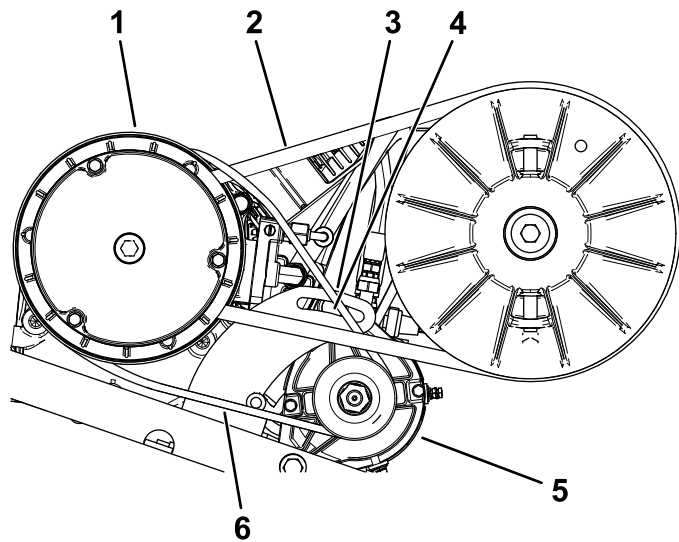

図 68
2. スタータジェネレータのピボットナットをゆるめる 図 68。
4. ボールを下に押し、スタータを下げる。ベルトを  $44.5 \text{ N}\cdot\text{m} / 4.5 \text{ kg}\cdot\text{m} = 10 \text{ ft}\cdot\text{lb}$  の力で押し、その時のたわみが  $6 \text{ mm}$  になるようにスタータの位置を調整する 図 68。
5. ピボットナットを手締めし、ボールを取り外す 図 68。